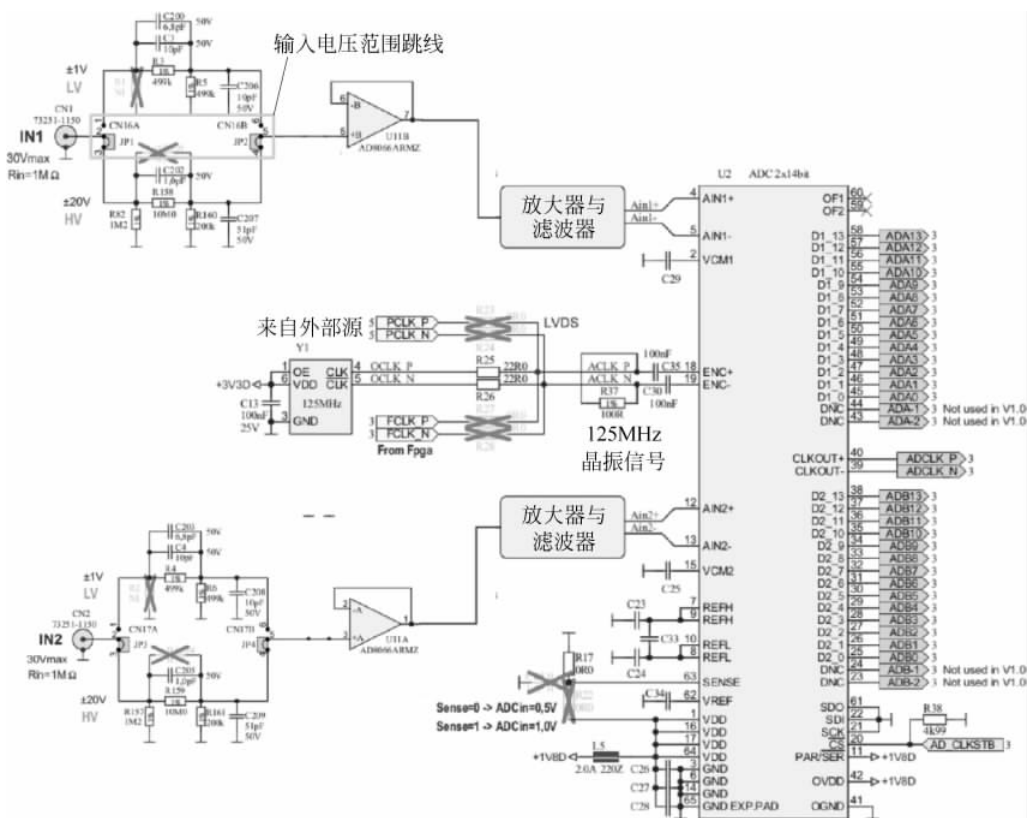

图 3-4 高速模拟输入原理图
(9) 跳线设置: 连接左排针与中间排针可设置 LV,调整为 $\pm 1\text{V}$ 满量程,右排针与中间排针可设置 HV,调整为 $\pm 20\text{V}$ 满量程。跳线的连接只能在图中所描述的位置,任何其他方式连接跳线或使用不同的跳线类型都可能会损坏产品。
(10) 高速模拟输入原理图如图 3-4 所示。